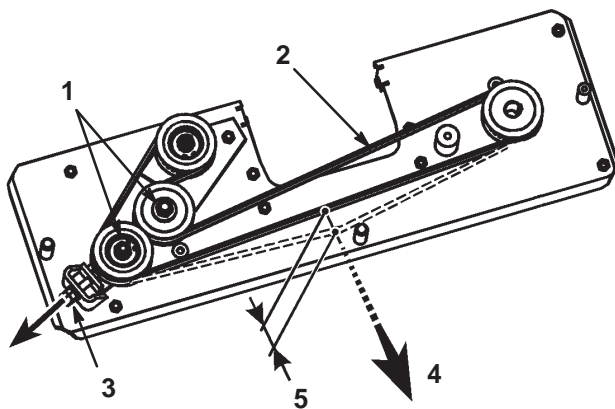

Figure 40
4. Desserrez les 2 écrous hex. sur la poulie de tension (Fig. 40).
5. Régalez l'écrou M10 jusqu'à ce que la courroie présente une flèche de 5 mm quand elle est soumise à une force de 30 N (Fig. 40).